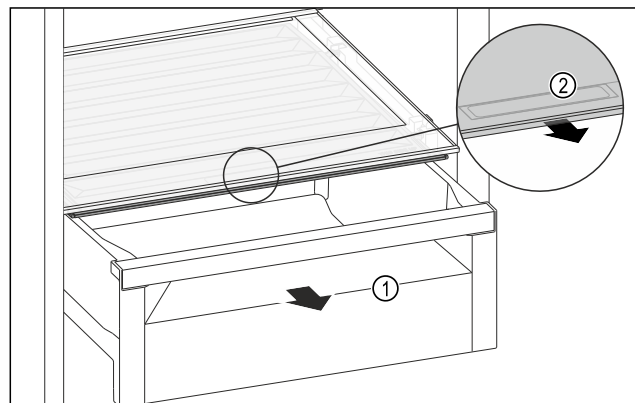

Fig. 171
- ▶ Schubfach *Fig. 171 (1)* herausziehen.
- ▶ Griffmulde *Fig. 171 (2)* am Fachdeckel anfassen und Fachdeckel gleichzeitig nach vorne ziehen.